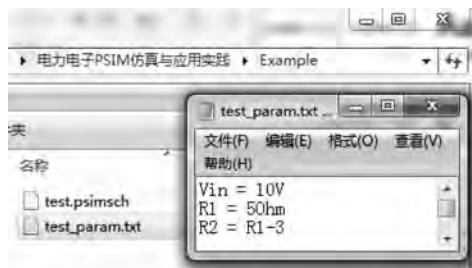

图 3-33 创建参数文本文件
(2) 在仿真电路模型保存的目录下新建文本文件“test_param.txt”，并在文本文件中输入元件参数变量的值并保存，如图 3-33 所示。